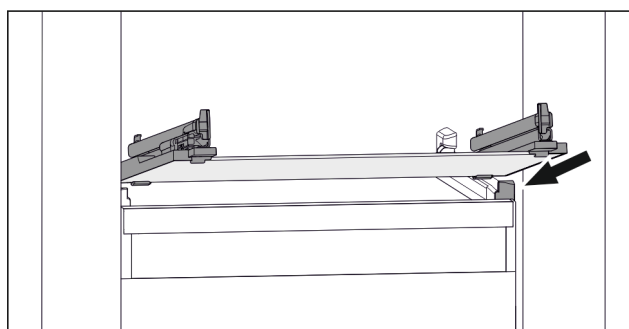

Fig. 89 Przykładowa prezentacja płyty szklanej
- ▶ Założyć płytę szklaną pod skosem za stoperami. (patrz Fig. 89)